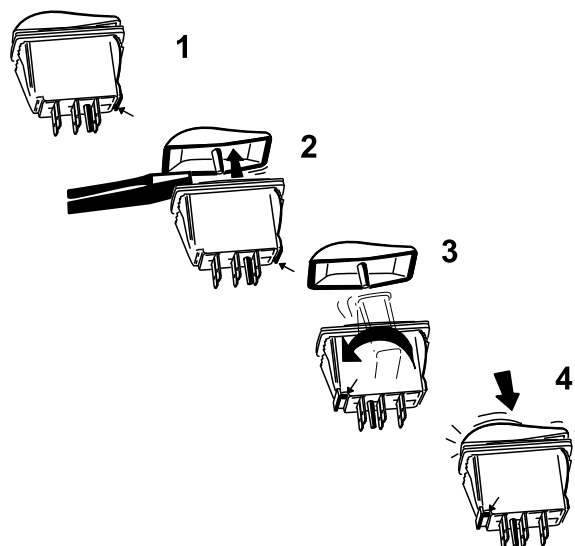

Bild 22
- Entfernen Sie die Abdeckung des Kippschalters vorsichtig mit einem flachen Schraubenzieher oder ähnlichem Werkzeug (Bild 22).
C. Halten Sie die Schalterabdeckung fest und drehen Sie das Schaltergehäuse um 180 Grad, sodass die Steckerkerbe vorne links ist (Bild 22).
D. Drücken Sie die Abdeckungen des Kippschalters auf die Schaltergehäuse in dieser neuen Ausrichtung, bis sie einrasten (Bild 22).